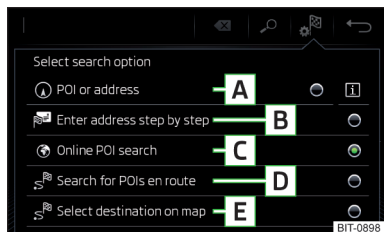

Abb. 215
Funktionsflächen » Abb. 215
- › Anschließend die Funktionsfläche eines der Menüpunkte für die Zielsuche **A**, **C** oder **D** antippen » Abb. 215 auf Seite 190.
- › Anschließend die Funktionsfläche → **E** » Abb. 215 auf Seite 190 antippen.